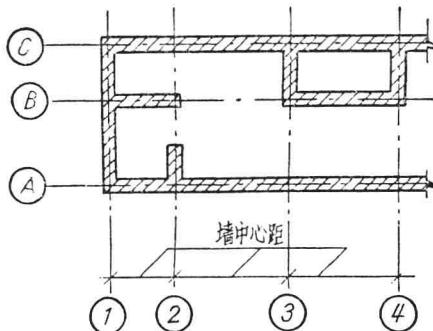
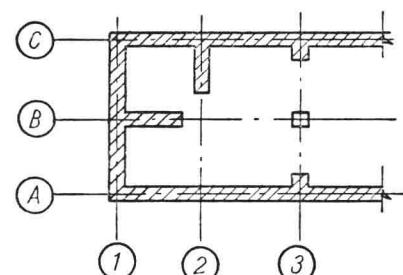

图 6 墙中心距注法
图 7
(4) 查看墙中心距。在有些房屋中, 遇到没有柱子的情况下, 轴线编号是按承重墙(搁置梁或板的墙)来编的, 例如附图一。墙中心距就是一堵墙的中心到相邻另一堵墙中心之间的距离, 如图 6。如果在建筑物中, 有柱又有承重墙, 则可把柱和承重墙混在一起编, 如图 7。承重墙编号的作用与柱子相同。